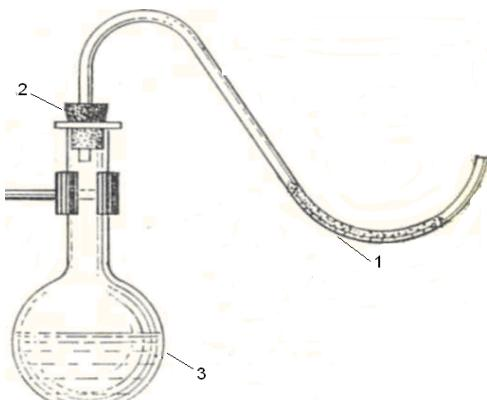

Рисунок 1. Прибор для восстановления оксида меди (II): 1 – изогнутая трубка, 2 – пробка, 3 – колба.
Небольшое количество остывшего оксида меди (II) поместите тонким слоем в изогнутую стеклянную трубку 1 (внутренний диаметр 6–8 мм), закрепленную в резиновой пробке 2 (рис. 1). Колбу 3 ёмкостью 100–150 мл закрепите в лапке штатива, налейте в нее 30–40 мл 2 M раствора серной кислоты. Внесите 2–3 кусочка цинка и закройте колбу пробкой с
Определение производится с помощью прибора (рис.1), состоящего из измерительной бюретки (1) на 25...50 мл, двухколенной пробирки Оствальда (2) и уравнительной склянки или бюретки (3).
1. В одно из колен пробирки Оствальда (2) поместите навеску металла, полученную у лаборанта.
3. Плотно закройте пробирку Оствальда (2) пробкой и закрепите её в штативе.
4. Проверьте прибор на герметичность, для чего уравнительный сосуд (3) поднимите на 10...15 см и закрепите в этом положении. Если прибор герметичен, то уровень жидкости в нём остается постоянным. Если прибор не герметичен, проверьте, плотно ли закрыта пробирка Оствальда (2) пробкой.
5. Установите бюретку (1) и сосуд (3) таким образом, чтобы жидкость в них находилась на одном уровне. Отметьте положение уровня жидкости (мениска) в бюретке (1) – V_1 .
6. Осторожно поверните пробирку (2) так, чтобы кислота перелилась в колено, где находится металл.
7. После полного растворения металла приведите положение жидкости в бюретке (1) и сосуде (3) к одному уровню.
8. Точно отметьте положение мениска жидкости в бюретке (1) – V_2 . Определите объём выделившегося водорода.